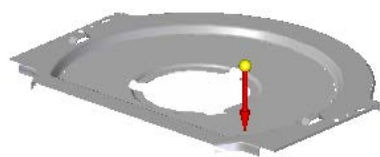

图 8.5.36 定义移除方向
(3) 定义法向除料特征属性。在命令条中单击“厚度剪切”按钮  和“全部穿透”按钮 , 并将移除方向调整至图 8.5.36 所示的方向。